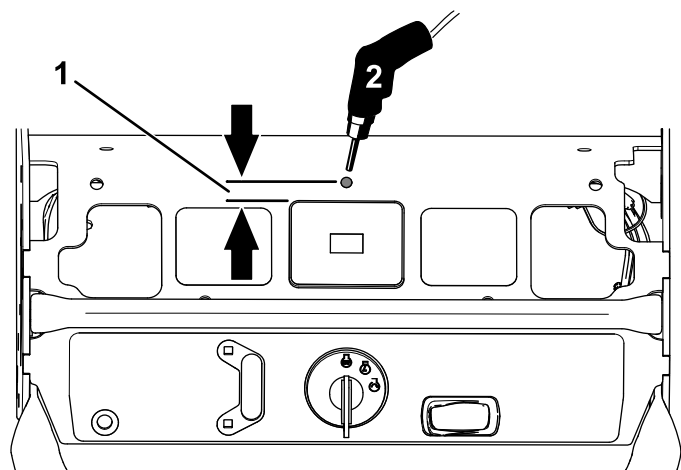

Figure 7
6. Percez un trou (12,7 mm) devant le compteur horaire pour installer l'interrupteur à bascule (Figure 7).